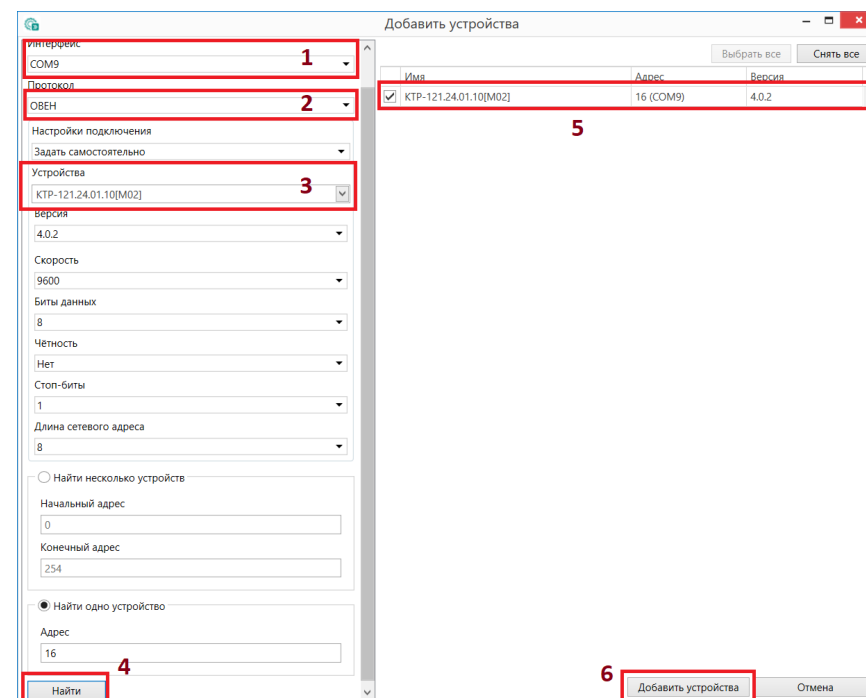

Рисунок 5.1 – Настройки связи с устройством
6. Выбрать интерфейс «Устройство с последовательным интерфейсом USB» (см. рисунок 5.1, 1). Номер COM порта, присвоенный прибору можно узнать в Диспетчере устройств Windows.
7. Выбрать протокол **ОВЕН** (см. рисунок 5.1, 2).
8. Выбрать устройство (Пункт 3 на рисунок 5.1). Модификация КТР-121 указана на боковой стороне прибора.
9. Выбрать «Найти одно устройство», если добавляется один прибор. Запустить поиск нажатием на кнопку «Найти» (см. рисунок 5.1, 4).
10. Выделить найденное устройство (см. рисунок 5.1, 5).
11. Добавить устройство в проект Конфигуратора по нажатию кнопки «Добавить устройства» (см. рисунок 5.1, 6).
1. Нажать на кнопку  **Обновить устройство** в контекстном меню выбранного устройства или в главном меню. Откроется диалоговое окно для смены встроенного ПО устройства. Допускается обновление одного или нескольких устройств. Устройства следует выделить в области устройств (см. рисунок 5.1, 5) и выбрать **Обновить устройство** в контекстном меню или главном меню.